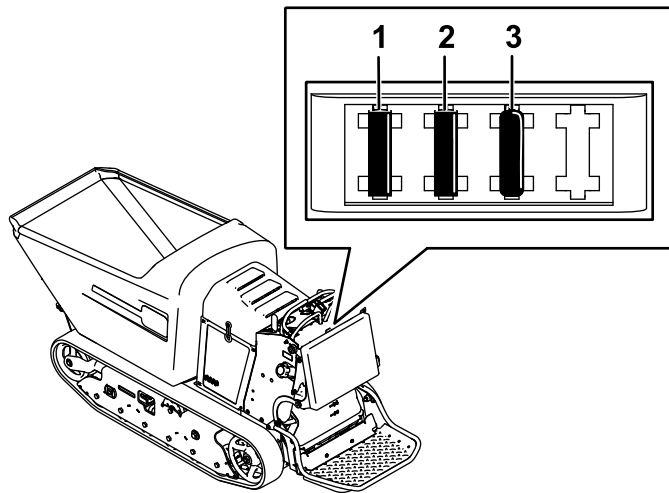

Figura 34
2. Tire del fusible hacia afuera para sacarlo o reemplazarlo (Figura 34).
Nota: Asegúrese de que se haya instalado el fusible del tamaño correcto Figura 34.